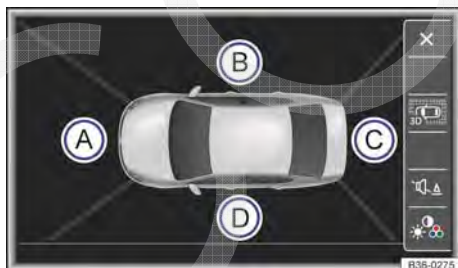

Fig. 207 Exibição da visão do ambiente: vista aérea.
Legenda para Fig. 207
Com a combinação de todas as imagens das câmeras é gerada uma vista aérea (3D) → Fig. 207. A vista aérea pode ser selecionada tocando brevemente no veículo dentro da área.
Ao tocar nas áreas individuais na vista aérea → Fig. 207 (A) até (D) ou na vista em miniatura aérea, as respectivas exibições das imagens das câmeras podem ser selecionadas.